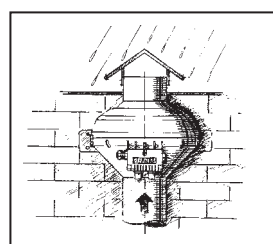

Рис. 6
1. В случае вертикального монтажа: установите сверху защитный зонт (рис. 6).